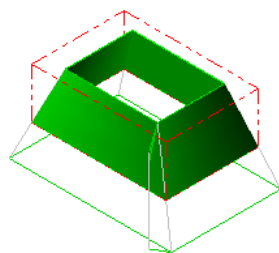

图 14.3.7 刀具路径
Step6. 在“线切割刀具路径-四轴”对话框中单击 按钮, 完成参数的设置, 生成图 14.3.7 所示的刀具路径。